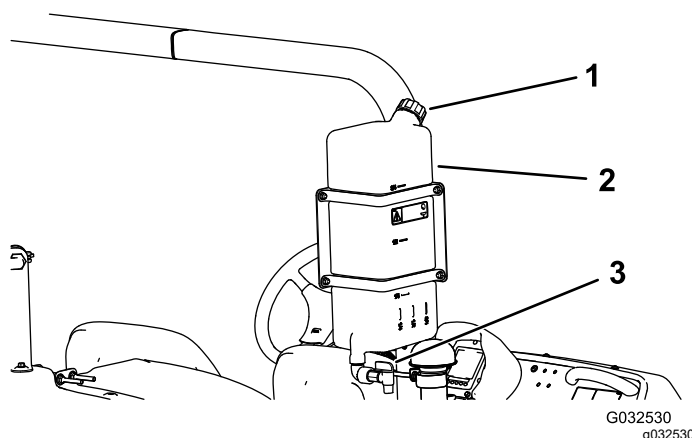

Figure 24
- Pour remplir le réservoir, dévissez le bouchon situé sur le dessus, remplissez-le d'eau douce puis revissez le bouchon en place (Figure 24).
- Pour ouvrir le robinet du réservoir d'eau douce, tournez le levier sur le robinet (Figure 24).